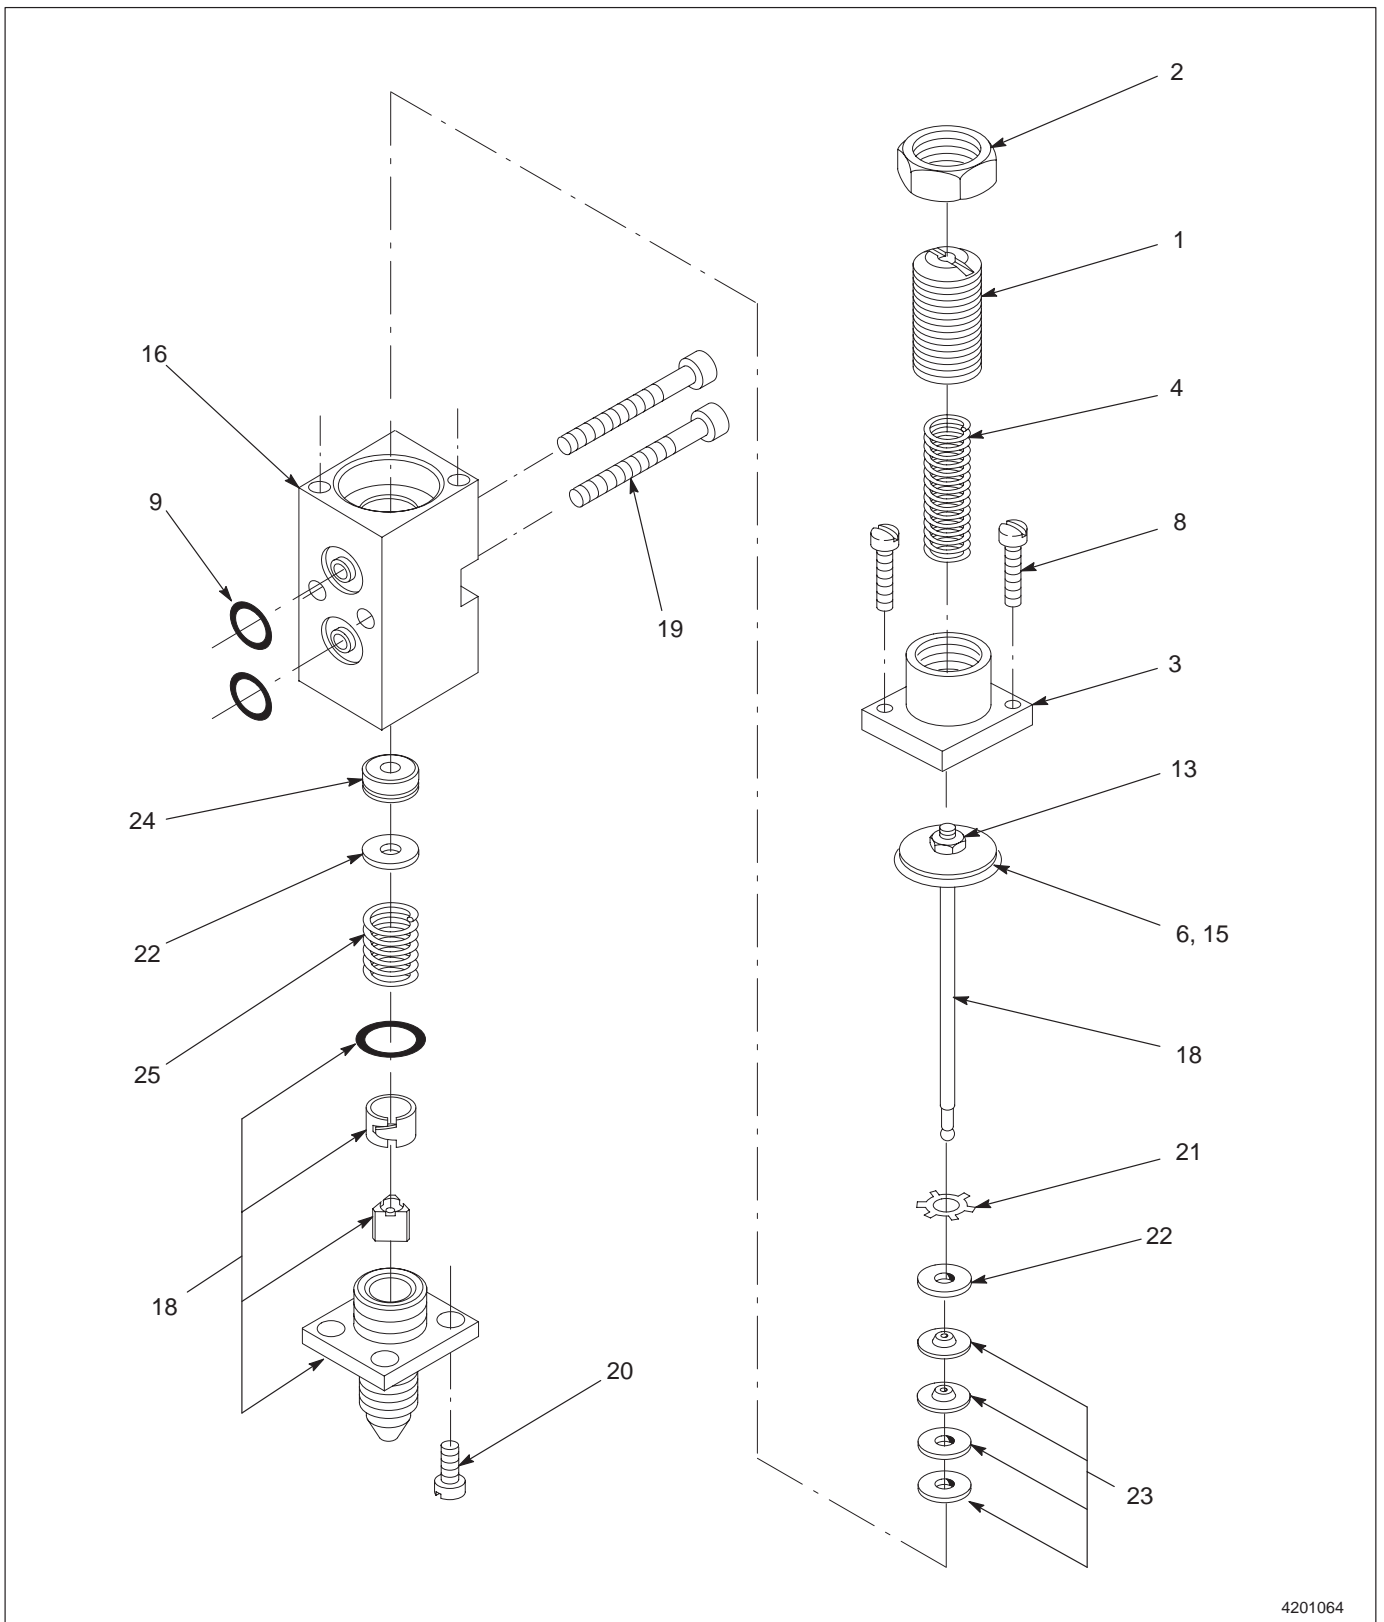

Fig. 7-6 Pièces d'un module H-200 à cavité minimum
**Module H-200 à cavité minimum** Consulter la figure 7-6.